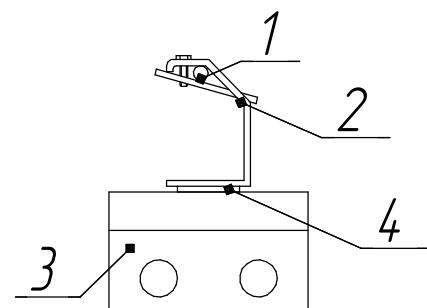

Рис.3 Подвес на трос распред.коробки:
4.4 Распред. коробка подвешивается на трос (см. рис.3 приложение А).
7.7 Подвесить распред. коробку на трос при помощи скобы (см. приложение А, рис.3).